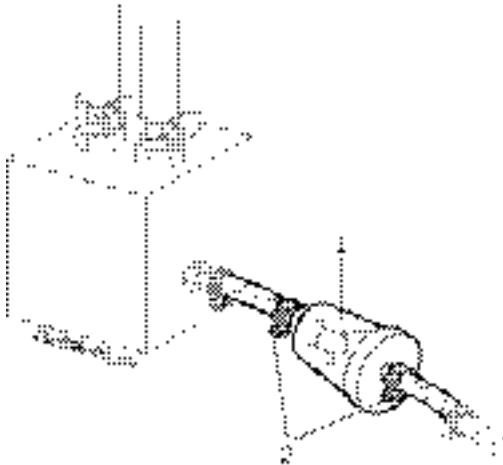

Fig. 20: Замена фильтра измерительной ячейки
1. Ослабьте резьбовые соединения (Рис.20, Поз. 2).
2. Снимите шланги с фильтра (Рис. 20, Поз. 1).